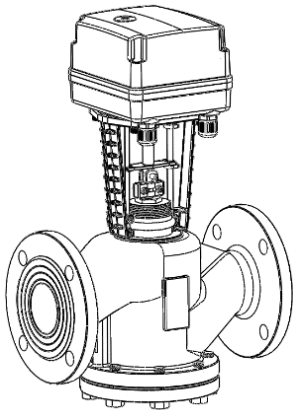

РИС.5
5. После того, как вся конструкция собрана, два кольца указателя (одно красное и одно синее) на кронштейне привода затягиваются в положение указателя (Рис.5).